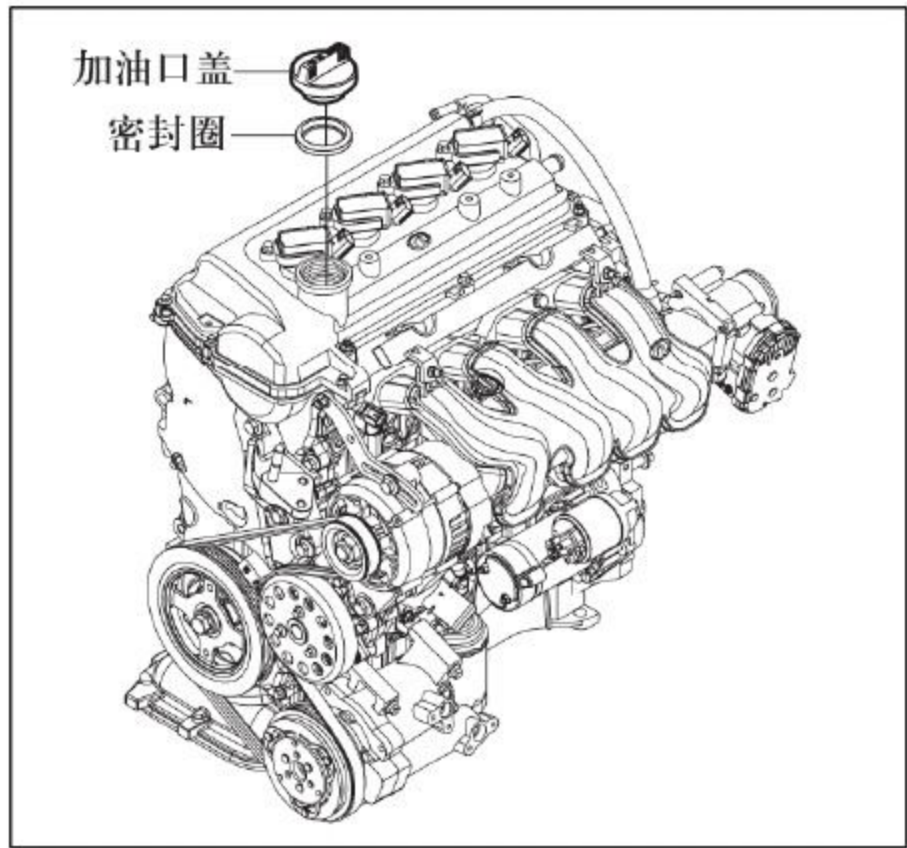

图10-2-8 安装加油口盖总成
(3) 安装加油口盖密封圈、加油口盖并拧紧，如图10-2-8所示。